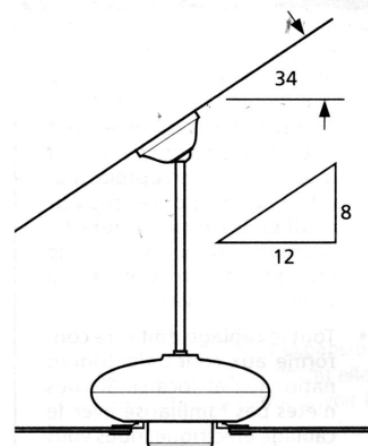

Figure 1b - Montage incliné
**Montage incliné** (Figure 1b) suspension à un plafond voûté ou incliné.